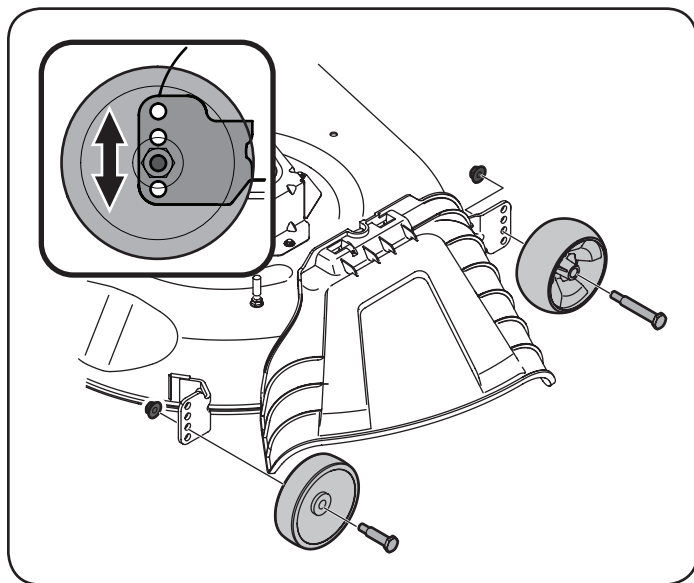

Figura 9
- b. Retire las ruedas delanteras y traseras de la plataforma retirando las tuercas de seguridad con brida y los tornillos con reborde que las sujetan a la plataforma. Vea la Figura 9.